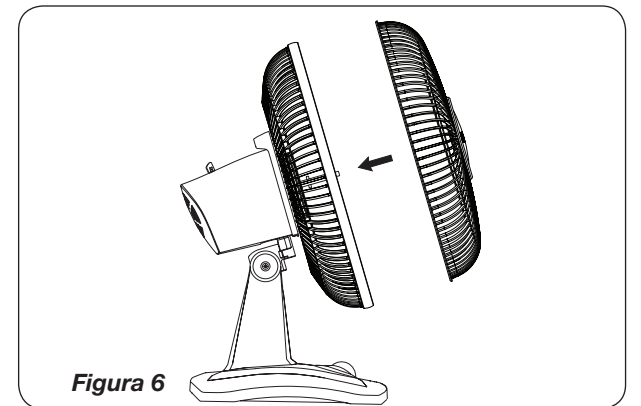

Figura 6
7. Con la Cabeza del Ventilador inclinada hacia atrás y centrada, alinear el Adorno de tal manera que la divisa quede horizontal. Insertar la parte inferior de la *Rejilla Delantera* dentro de la *Rejilla Trasera*. La proyección de la parte inferior de la *Rejilla Trasera* debe quedar entre dos Alambres de la parte delantera. Cerrar apretando la parte delantera contra la parte trasera empezando en la parte superior y continuar cerrando hacia abajo ambos lados. NO NECESITO EL GANCHOS DE LA REJILLA PARA ENSAMBLE. (Figura 6)